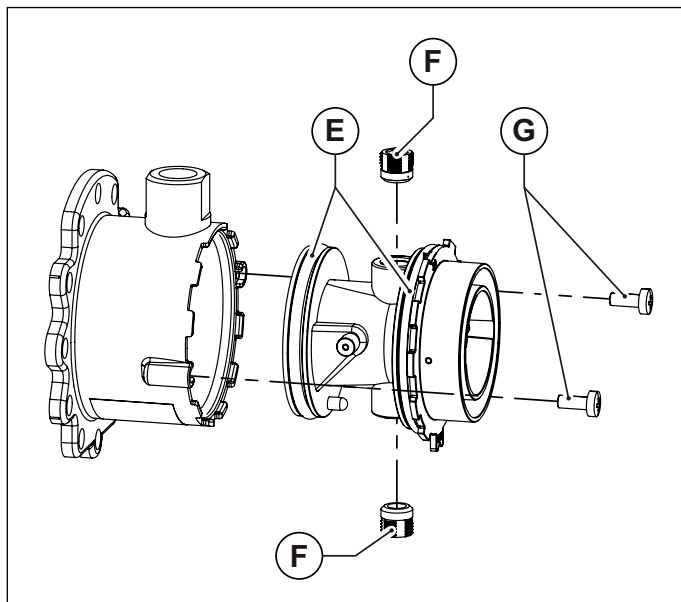
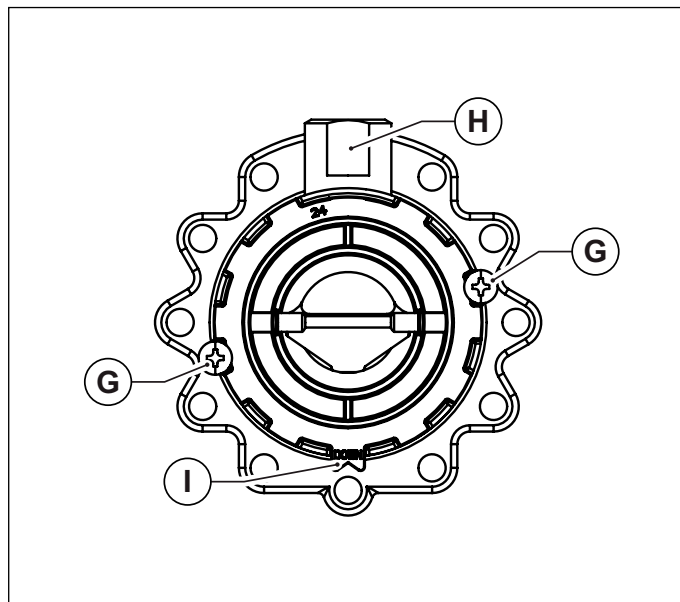

Рис. 38 Пластмасовий корпус змішувача
Рис. 39 Розташування для монтажу
- Відкрутіть два гвинта та вийміть пластиковий корпус змішувального вузла (дивись Рис. 38 Пластмасовий корпус змішувача).
- Використовуючи шостигранний ключ, викрутіть дві форсунки діаметром 6 мм (дивись Рис. 38 Пластмасовий корпус змішувача).
- Вставити пластмасовий корпус (трубку Вентурі) в вузол підмісу та зафіксувати його гвинтами, слідкуючи за тим щоб не пошкодити ущільнення які розташовані по краях пластмасового корпусу (див. Рис. 38 Пластмасовий корпус змішувача) правильно обрати монтажне положення (див. Рис. 39 Розташування для монтажу).
- Закріпіть вузол підмісу на вентиляторі за допомогою болтів з циліндричною головкою під шостикутник, не забуваючи встановити між ними кілцеве ущільнення (див. Рис. 38 Пластмасовий корпус змішувача).
- Вставити пластмасовий корпус (трубку Вентурі) в узел підмісу та зафіксувати його гвинтами, слідкуючи за тим щоб не пошкодити ущільнення які розташовані по краям пластмасового корпусу (див. Рис. 38 Пластмасовий корпус змішувача) правильно обрати монтажне положення (див. Рис. 39 Розташування для монтажу).
- Закріпіть вузол підмісу на вентиляторі за допомогою болтів з циліндричною головкою під шостикутник, не забуваючи встановити між ними кільцеве ущільнення (див. Рис. 38 Пластмасовий корпус змішувача).